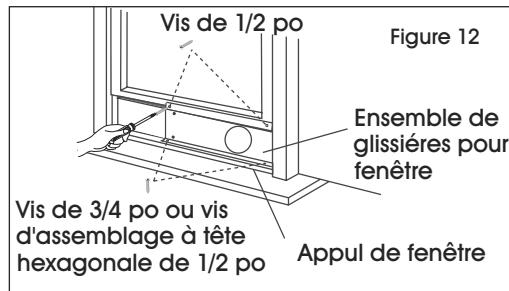

Figure 12
- Fermez le châssis inférieur fermement contre les glissières pour fenêtre. (Voir Figure 12)
- Enfoncez deux vis de 1/2 po pour fixer les glissières pour fenêtre au châssis inférieur. (Voir Figure 12)
- Fixez les glissières pour fenêtre à l'appui de fenêtre. (Voir Figure 12)